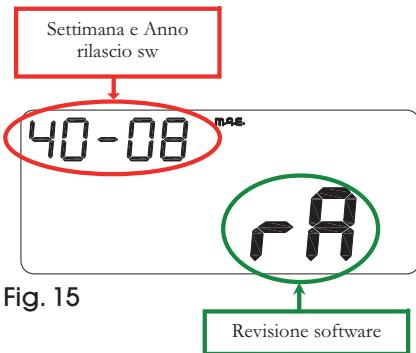

Fig. 15
- I^ pagina (ad ogni collegamento con la batteria veicolo): Versione e data di rilascio del software (per circa 3 secondi) (fig. 15).
- 1st page (at every connection with vehicle battery): Software version and date of issuing (for approx. 3 seconds) (fig. 15).